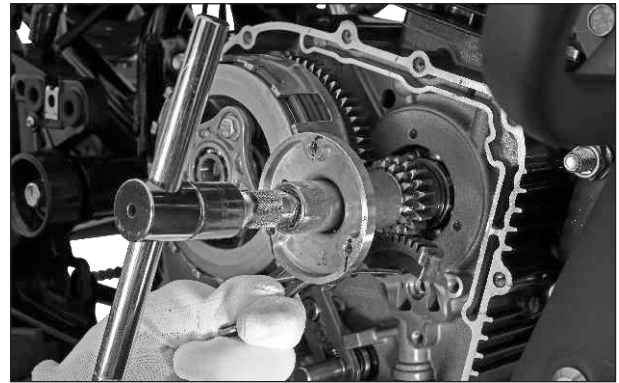

Fig. 3.8
- Retire la tuerca (M14 – **Rosca izquierda**) del filtro centrífugo, mientras sostiene el sujetador del cigüeñal. (Fig. 3.8)